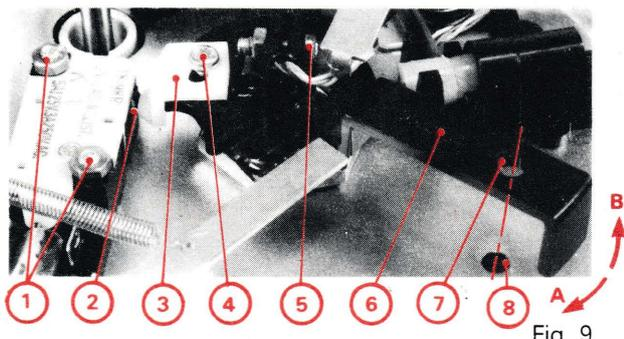

Fig. 9
## I - REGLAGE DE LA CAME D'ARRET AUTOMATIQUE (Fig. 9).
- 1) L'arrêt automatique et le retour du bras s'effectuent normalement, mais le moteur ne s'arrête pas quand le bras est en position de repos. Vérifier dans ce cas le réglage de la came (3), Fig. 9 qui commande l'interrupteur secteur (2). Elle doit être positionnée au ras du bossage de la came d'arrêt automatique comme indiqué sur la Fig. 9. Reprendre éventuellement le réglage après avoir débloqué la vis (4). Resserrer la vis et l'immobiliser avec du vernis.
- 2) En fin de retour, le bras ne descend pas dans le logement prévu sur le lève-bras. Dévisser les écrous (1) et éloigner très légèrement l'interrupteur secteur du bossage de la came (3). Celle-ci doit entraîner l'ouverture du micro-contact (2) sans dureté excessive.